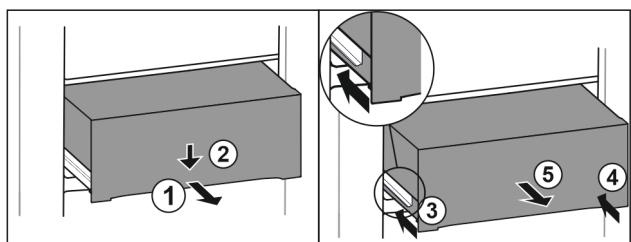

Fig. 169
- Zásuvku napůl vytáhněte. Fig. 169 (1)
- Stlačte zásuvku na přední straně dolů. Fig. 169 (2)
- Zasuňte levou kolejničku přibližně do 2 cm. Fig. 169 (3)
- Zasuňte pravou kolejničku přibližně do 2 cm. Fig. 169 (4)
- Vyjměte zásuvku dopředu. Fig. 169 (5)